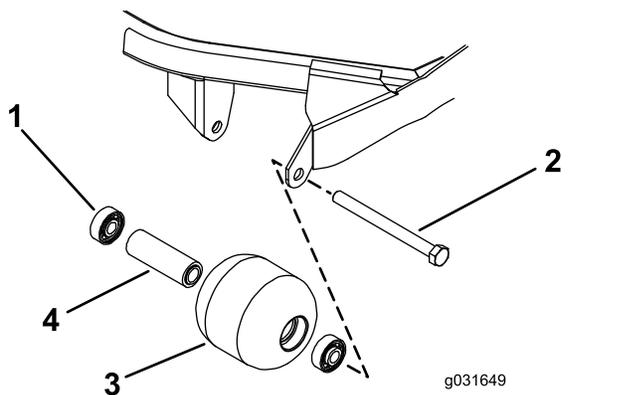

Figura 70
- Retire el perno de montaje del rodillo (Figura 70).
- Inspeccione el alojamiento del rodillo, los cojinetes, y el espaciador del cojinete (Figura 70).
- Introduzca el primer cojinete en el alojamiento del rodillo, haciendo presión solamente sobre el anillo de rodadura exterior, o de forma igual sobre el anillo exterior y el interior (Figura 70).
- Introduzca el espaciador (Figura 70).
- Introduzca el segundo cojinete en el alojamiento del rodillo hasta que entre en contacto con el espaciador, haciendo presión solamente sobre el anillo de rodadura exterior, o de forma igual sobre el anillo exterior y el interior (Figura 70).